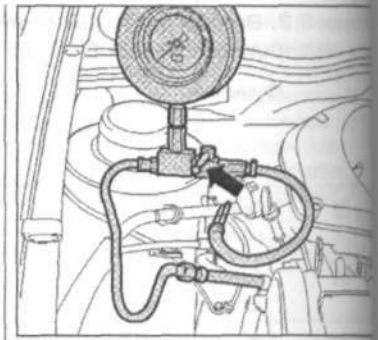

Рис. 3.32. Выключите зажигание после возрастания давления. Через некоторое время закройте кран манометра (ручка должна быть направлена в сторону стрелки).
7. Выключите зажигание после возрастания давления. Через некоторое время закройте кран манометра (ручка должна быть направлена в сторону стрелки) (рис. 3.32).